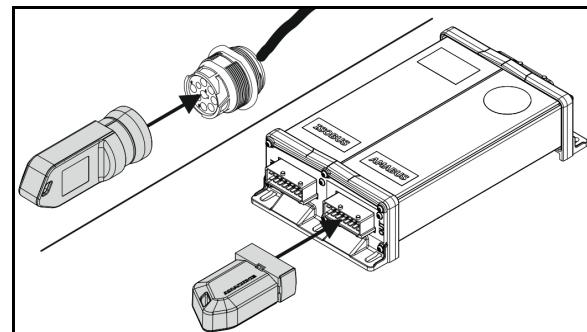

图. 30
5. 可转向的前刹车轮（图. 30/1）
- o 安装并用制轮楔（图. 30/2）固定，或者
6. 固定的后轮（图. 30/3）
- o 安装并用弹簧插销（图. 30/4）固定在最低孔中，或者
安装固定式脚轮时，确保销栓（图. 30/5）穿过框架上的孔，从而使脚轮保持纵向。